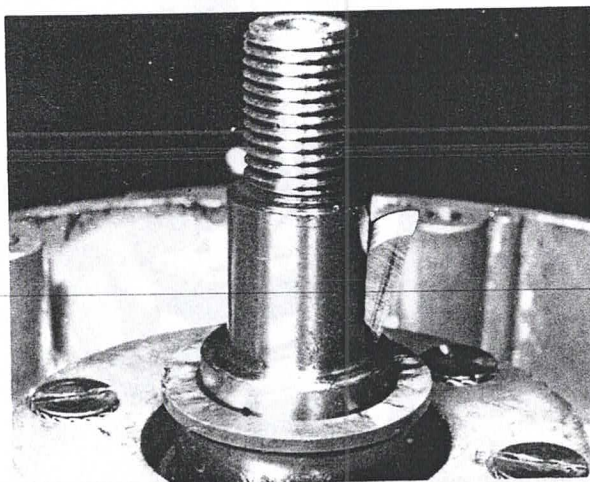

Bild 75
- Den abgesetzten Distanzring schmieren und einsetzen und dabei darauf achten, dass die Wellendichtung nicht beschädigt wird (Bild 75). Den Woodruffkeil in den rechten Kurbelwellenstumpf einlegen.